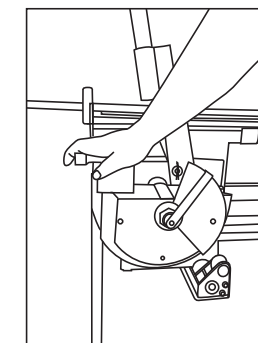

Fig. 6
7. Para restablecer la zapata para el siguiente plegado, levante el asa del trinquete completamente hacia adelante y aplique fuerza hacia abajo con la mano en la parte delantera de los ganchos de la zapata (Fig. 6) y la zapata volverá a la marca de "0" grados.